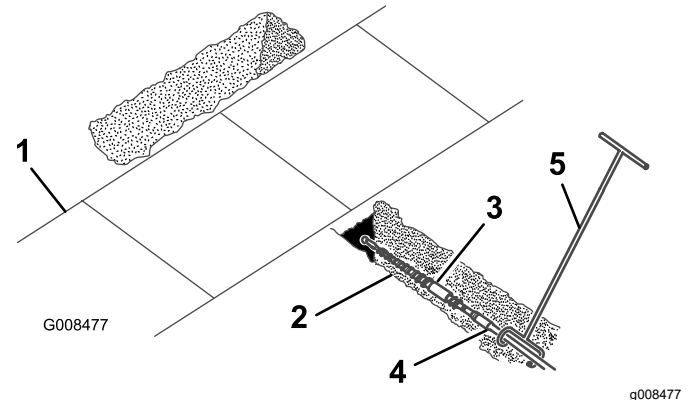

Figura 5
4. Agganciate il guida-asta all'asta, appena dietro la punta di perforazione (Figura 5).
5. Mentre la persona che guida la punta di perforazione si trova sulla destra del fosso (Figura 5), avviate il motore, spostate la valvola selettiva della pompa in posizione LENTA (solo trattorini serie 200 e 300), posizionate l'acceleratore a metà strada tra la posizione LENTA e VELOCE e tirate indietro la leva dei comandi idraulici ausiliari per avviare la rotazione in avanti della punta di perforazione.
6. Avanzate lentamente con il veicolo mentre la persona con il guida-asta guida la punta di perforazione nel terreno (Figura 5).